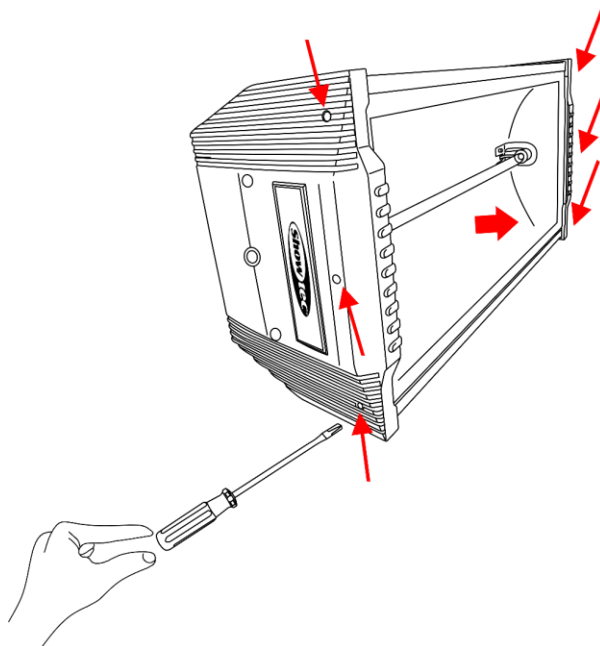

Fig. 04
- 03) Desenrosque los 3 tornillos situados en la parte superior de ambos laterales del dispositivo (Fig. 04).
- 04) Retire los 2 paneles situados en la parte superior (Fig. 04).
- 05) Quite la cubierta de cristal (Fig. 04).